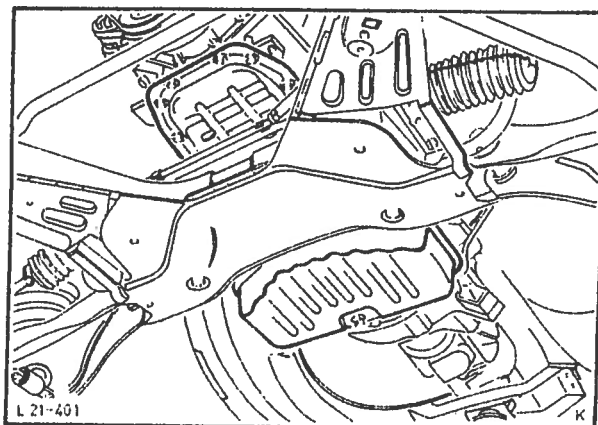

Fig. 100 Demontering av bunnpanne bakfra.
6. Skru ut bunnpannens bolter og ta vekk bunnpannen bakfra, fig. 100. Hvis bunnpannen sitter fast, kan den bendes sideveis med en skrutrekker.